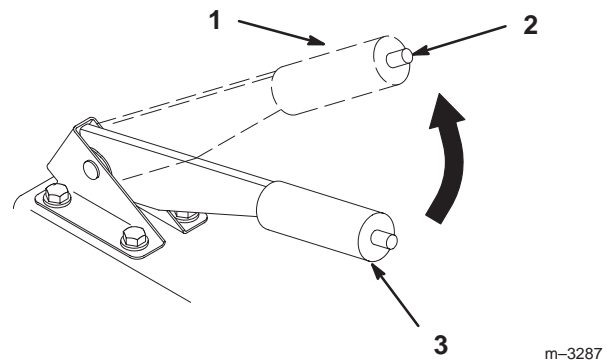

Bild 7
2. Ziehen Sie den Feststellbremshebel zurück und nach oben, um die Feststellbremse zu aktivieren (Bild 7). Der Feststellbremshebel muss fest in der aktivierten Stellung bleiben.
1. Drücken Sie die Taste des Feststellbremshebels ein und senken den Hebel in die Aus-Stellung (Bild 7) ab.